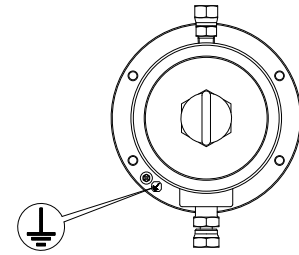

Fig.2.4
- 9). ポンプを設置するときには必ず指定箇所からアースを設置してください。(Fig.2.4)